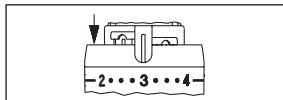

Fig. 9
2. Deslice los clips limitadores fuera de su posición original e introdúzcalos en los orificios inmediatamente anterior y posterior del valor “3” (fig. 9).